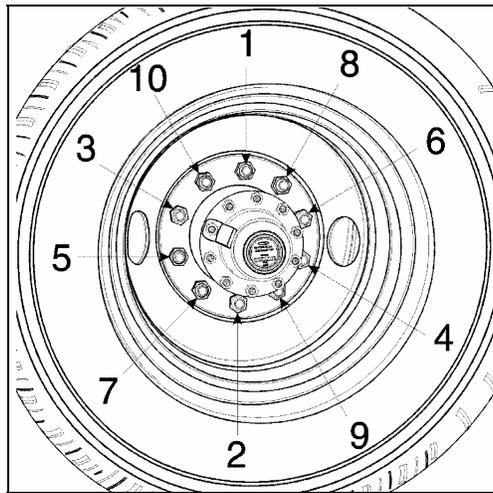

FIGURE 4 : ORDRE DE SERRAGE 13013
22. Visser les écrous hexagonaux (voir la figure 4 pour la séquence) pour que la roue se positionne de façon concentrique sur le moyeu. Ceci est important pour s'assurer que la roue restera droite. Serrer à la main les écrous pour positionner correctement la roue.
23. Serrer les écrous progressivement tel que montré à la figure 4. Le serrage final doit être effectué à l'aide d'une clé dynamométrique. Serrer les écrous à un couple de 610 – 680 N·m (450 – 500 lbf·pi) pour les roues en aluminium ou en acier.